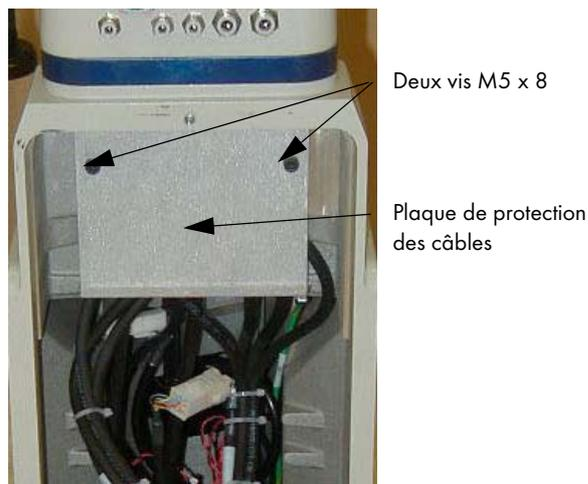

Figure 5.11 : retrait de la plaque de protection des câbles
11. Retirez la plaque de protection des câbles en ôtant deux vis et rondelles élastiques. Pour plus d'informations, voir la figure 5.11. Cela permet au faisceau de se déplacer lorsque vous levez le couvercle de l'articulation 1 à l'étape suivante.